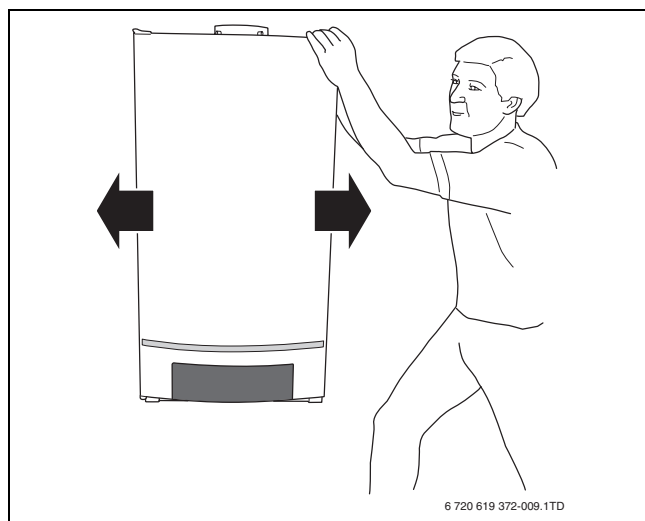

Fig. 15 Spostare la caldaia
- ▶ Spostare la caldaia nella posizione giusta (→ fig. 15).